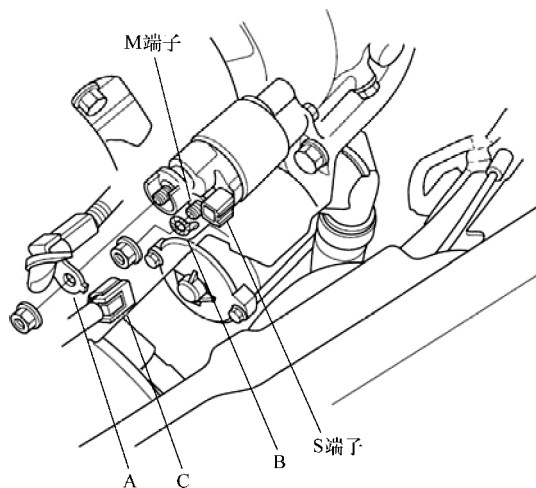

图 24-5 断开起动机连接电缆
- 2) 如图 24-5 所示，拆下起动机电缆 A 和电动机电缆 B，然后断开插接器 C。